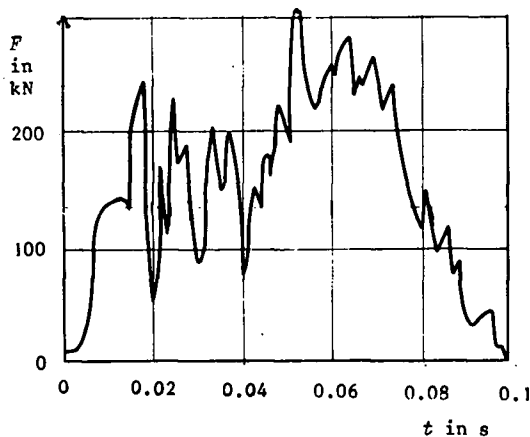

fig. 2.22 Kracht op een auto bij een frontale botsing
Bij de botsing treedt in korte tijd een sterk wisselende kracht op (zie fig. 2.22). Dat wordt veroorzaakt door de verschillende delen van de voorkant van de auto die achtereenvolgens in elkaar gedrukt worden tot de wagen tot stilstand is gekomen.
- Waarom is de arbeid door de botskracht *niet* de oppervlakte onder de grafiek van fig. 2.22? (Wat stelt het wèl voor?)